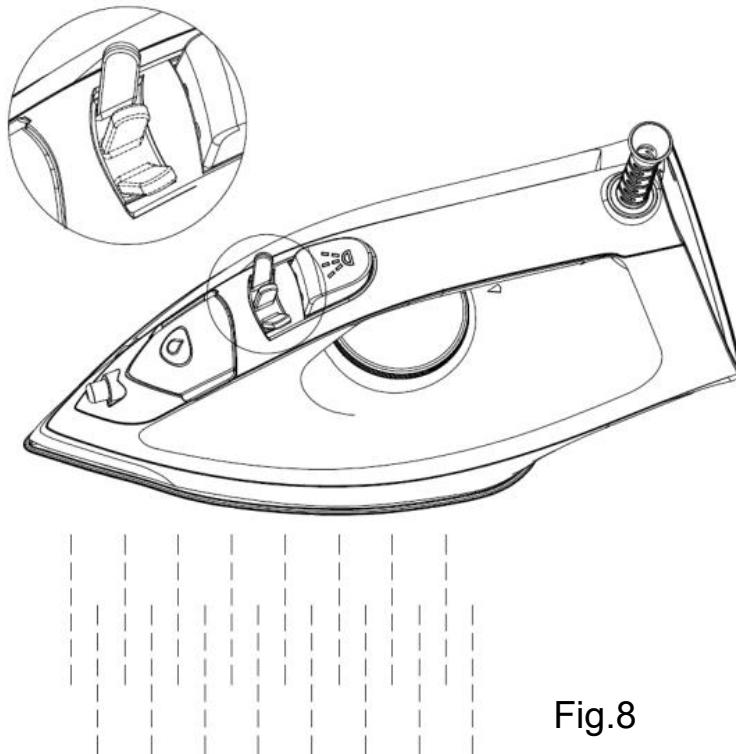

Fig.8
55. Debemos limpiar el aparato regularmente según la dureza del agua y la frecuencia de uso . Para activar la función de limpieza, gire la perilla de vapor hasta la posición de limpieza y manténgala presionada (ver Fig.8), luego el aparato entrará en el modo de limpieza. Y el aparato entrará en el modo de vapor después de soltar la perilla de vapor.
- (9) ¡ Nunca toque la suela caliente antes de que se haya enfriado !
- (10) Para que la suela se mantenga lisa, se debe evitar que entre en contacto con objetos metálicos. Nunca utilice estropajos, vinagre u otros productos químicos para limpiar la suela.
17. Limpie periódicamente el interior del aparato activando la función Limpiar (ver Fig.8).